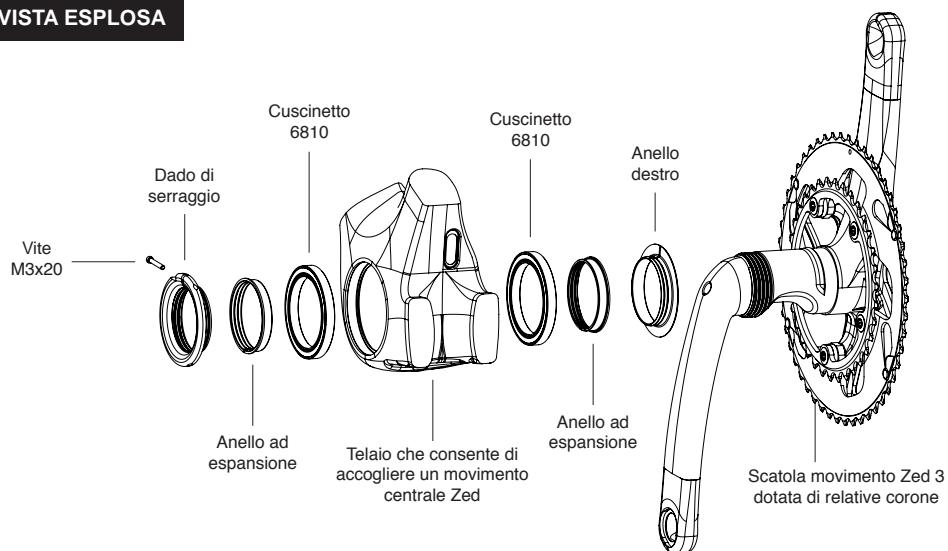

Fig 1
- Prima di impegnare la scatola movimento nel telaio, verificare che non manchi alcun componente nell'insieme premontato sulla scatola movimento (vedere figure 1 e 9).